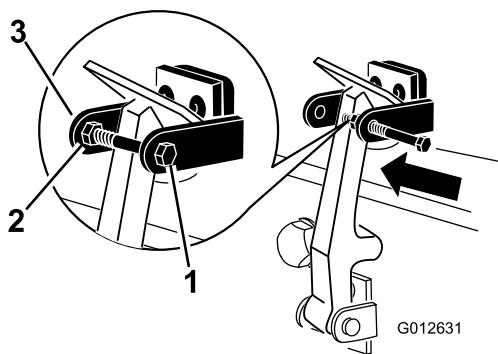

図 7
8. フードラッチブラケットのもう一つのアームにボルトを取り付けてラッチをロックする図 7。ボルトをしっかりと締め付けるが、ナットは締め付けない。